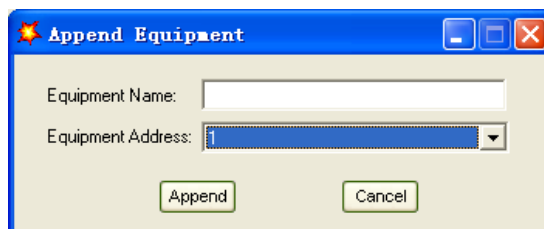

Fig. 5-21 Configurar nombre equipo
- Escriba el nombre del SAI en «Equipment Name» (nombre del equipo) y la dirección ID en «Equipment address» (dirección del equipo) (Fig. 5-21).